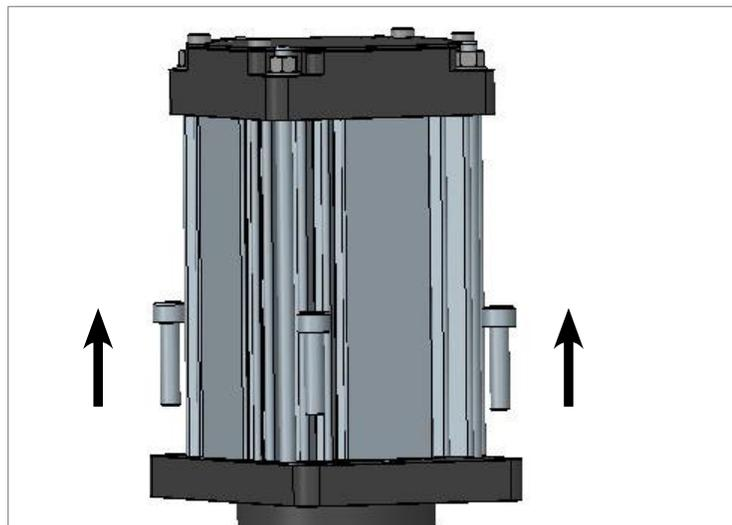

Abbildung 6-14 Entfernen der vier Schrauben
3. Drehen Sie die vier SHCSM6X25-Schrauben heraus. Siehe Abbildung 6-14.